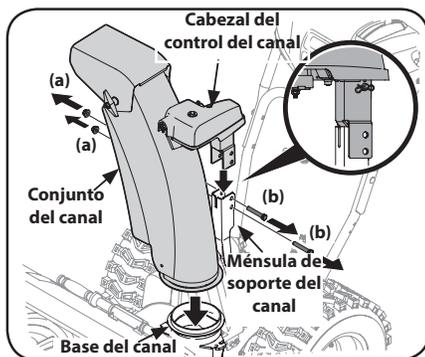

Figura 2-30
1. Extraiga las tuercas de seguridad (a) y los tornillos hexagonales (b) de la ménsula de soporte del canal (para lo que se requerirán dos llaves). Consulte Figura 2-30.
2. Ubique el conjunto del canal sobre la base del canal y el cabezal de control del canal sobre la ménsula de soporte del canal. Consulte Figura 2-30.